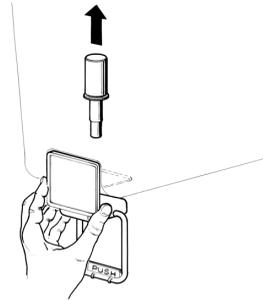

figure 3
- 6 **Robinet en inox à gravité:** défilé le piston et démonter le levier de débit robinet (voir figure 3).